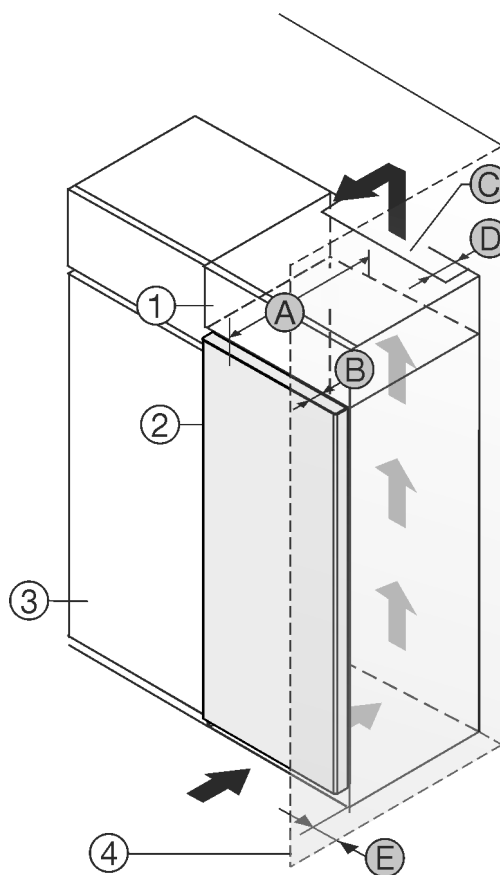

Fig. 1
- (1) Armadietto sovrapponibile*
- (2) Apparecchiatura*
- (3) Mobile da cucina*
- (4) Parete*
- (A) Profondità apparecchiatura*
- (B) Profondità porta*
- (C) Sezione di ventilazione*
- (D) Distanza lato posteriore apparecchiatura*
- (E) Distanza lato apparecchiatura*
È possibile posizionare l'apparecchiatura accanto a un mobile da cucina Fig. 1 (3)*
Sul lato posteriore dell'armadietto sovrapponibile deve essere presente un vano di scarico dell'aria con la profondità Fig. 1 (D) che attraversa l'intera larghezza dell'armadietto sovrapponibile.*
Sotto al soffitto deve essere presente la sezione di ventilazione Fig. 1 (C)*
Se si installa l'apparecchiatura con le cerniere accanto a una parete Fig. 1 (4), la distanza tra l'apparecchiatura e la parete deve essere di almeno 13 mm.*
Se si installa l'apparecchiatura con le cerniere accanto a una parete Fig. 1 (4), la distanza tra l'apparecchiatura e la parete deve essere di almeno 20 mm.*
Per poter aprire completamente la porta, installare l'apparecchiatura in modo che sporga dal frontale del mobile da cucina almeno della misura della profondità della porta Fig. 1 (B). L'apparecchiatura può sporgere ulteriormente a seconda della profondità dei mobili da cucina Fig. 1 (3) e dell'utilizzo di distanziatori a parete.*